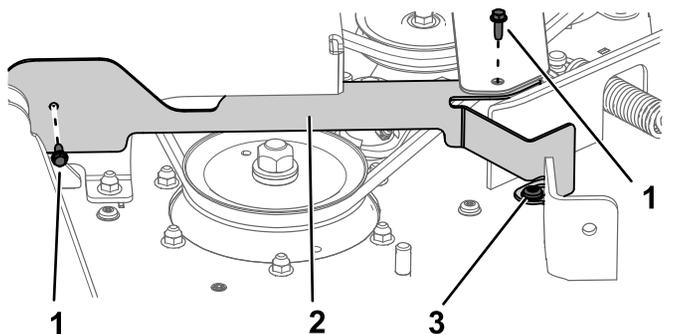

Figura 32
2. A la derecha de la máquina, retire los pernos de cabeza de arandela ( $\frac{1}{4}$ " x  $\frac{3}{4}$ " ) y afloje el perno de cuello largo (Figura 32). Retire el protector.